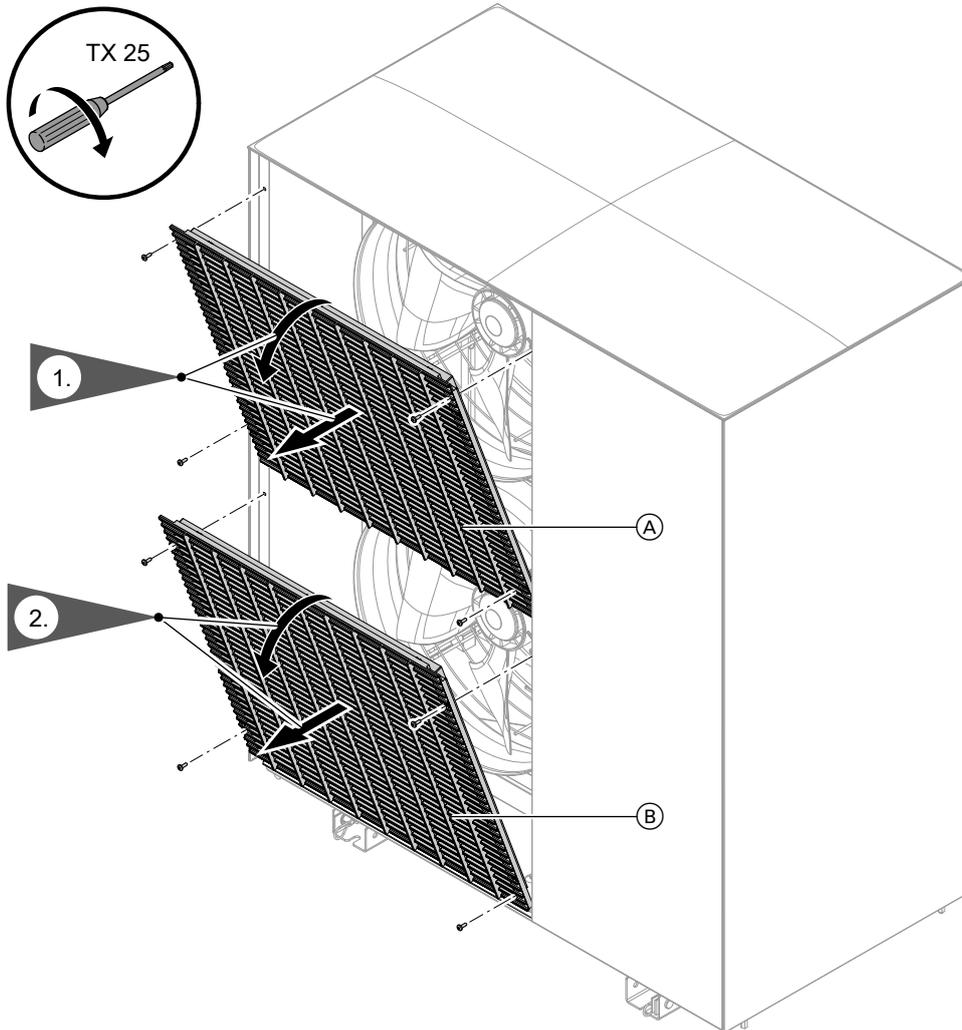

Fig. 98
2. Remove fan grille: See Fig. 98.
4. Remove fan grille and cover: See Fig. 98 and 97.